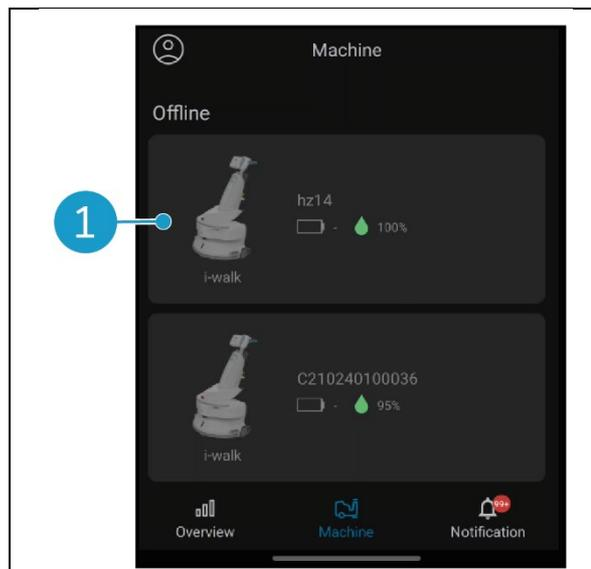

Figure 31
- Appuyez sur n'importe quelle machine (Figure 31, pos. 1) pour ouvrir le menu de cette machine.